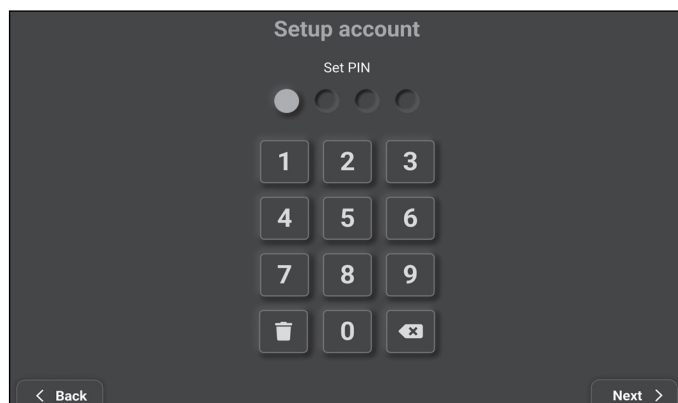

Figure 16
5. Créez un nouveau code PIN (Fig. 16).